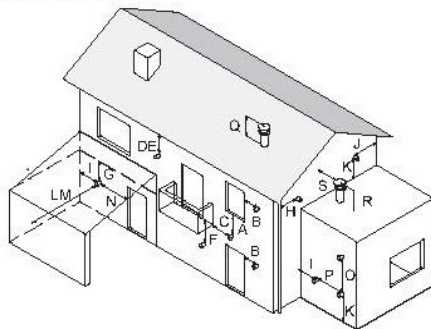

Рисунок 5.9
- устанавливать с соблюдением минимальных расстояний Рисунок 5.9 и действующего национального и местного законодательства.